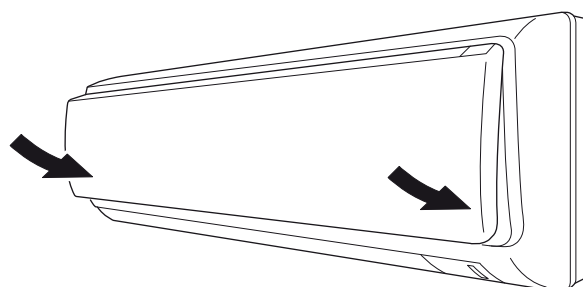

Fig. 19-1
- (6) Fixer la panneau avant sur l'appareil intérieur en appuyant sur les coins inférieurs droit et gauche. (Fig. 19-1)